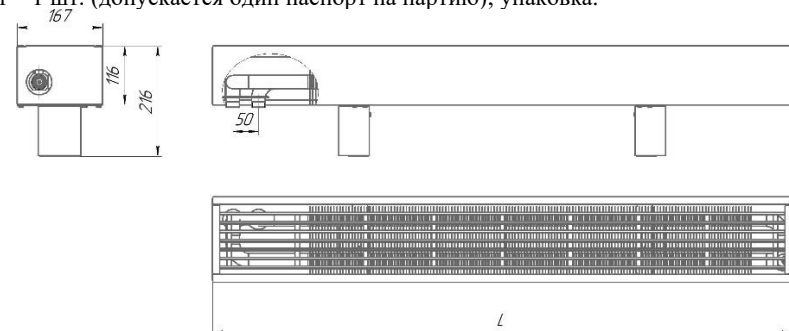

Рис. 1 – Конвектор ТЕPLA Neo Expro 116(B)x167(Г).
- 1.3. Конвекторы выпускаются в концевом или проходном исполнении, с патрубками для подвода теплоносителя, расположенными с правой или левой стороны прибора, концы присоединительных патрубков гладкие (под сварку) или с раструбами с резьбой наружной G 3/4" (НР ¾) или с резьбой внутренней G 1/2" (ВР ½), габаритные и присоединительные размеры указаны в рис. 1.